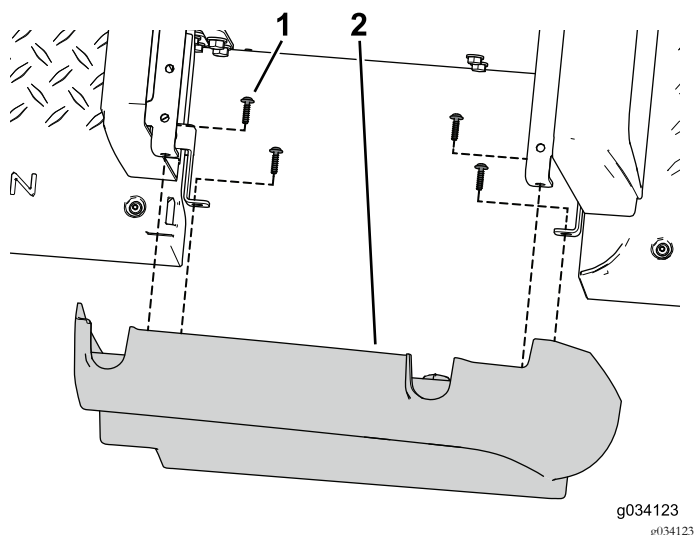

Figura 43
1. Utilize os oito parafusos autorroscados (3/32 x 7/8 pol.) para prender os painéis laterais esquerdo e direito do kit aos painéis da base do banco dianteiro (Figura 43).